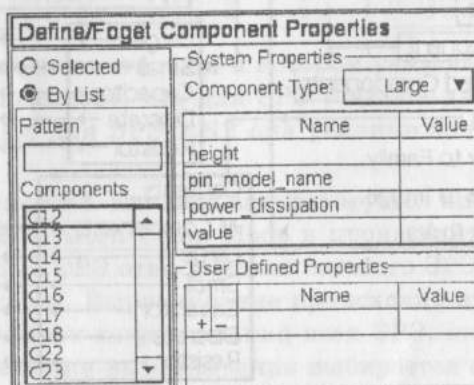

Рис. 1.20. Окно присвоения типа элементу
Посадочные места всех ЭРЭ образуют уровень Image\_Set проекта, внутри которого ЭРЭ присваивается статус: Large — система включает сюда ЭРЭ с числом выводов более трех, Small—Capacitor (система размещает их рядом с контактами земли/питания Large-ЭРЭ), Small—Discrete и Small—Resistor (система позволяет размещать каждую группу по своим правилам). Система оставляет возможность включать в любую группу ЭРЭ по своему усмотрению. Для присвоения элементам C22 и C23 статуса Large-Capacitor: (1) после Define>Properties>Components открыть окно Define/Fogel (рис. 1.20) и в поле Components выбрать элементы с C22 по C23; (2) в меню Component Type выбрать строку Large-Capacitor и нажать Apply.